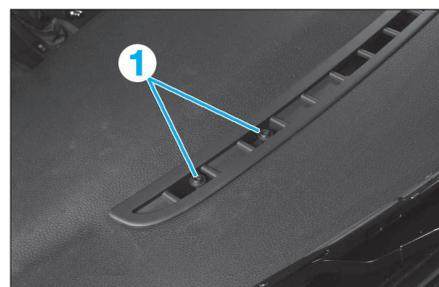

FIG. 25
- les vis (1) (Fig.25) des 2 côtés.